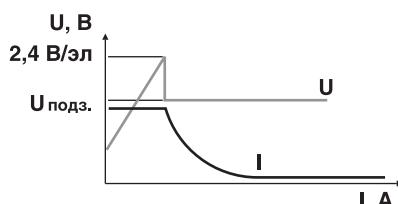

Рис.1
**1.1. Метод IU (DIN 41773), (рис.1).**